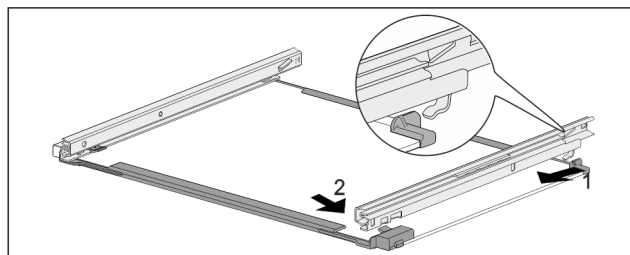

Fig. 236 Steklena plošča z vodili
- ▶ Vodilo obesite na kavelj na zadnji strani. Fig. 236 (1)
- ▶ Vodilo zaskočite na sprednji strani. Fig. 236 (2)